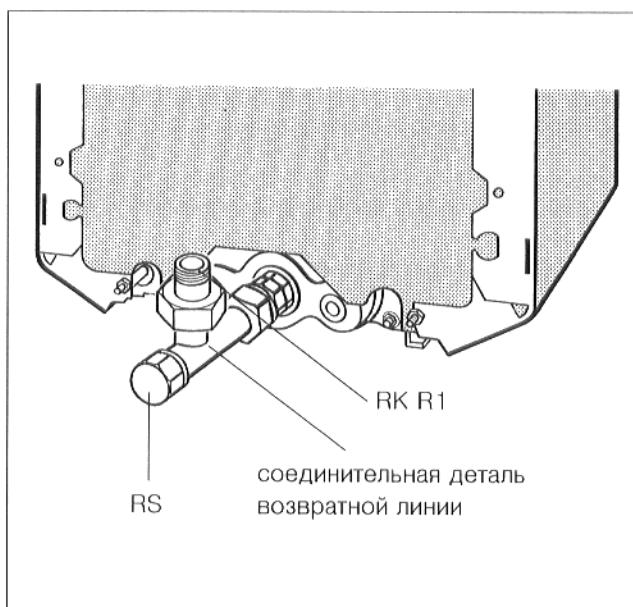

Рис. 11
- Возратная линия бойлера (RS) подключается всегда сзади к соединительной детали возвратной линии, а возвратная линия отопительного контура (RK) к боковому выходу соединительной детали возвратной линии (рис. 11).